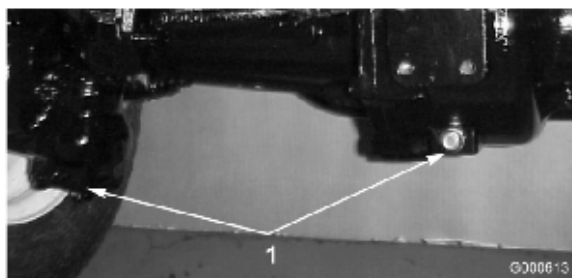

図 45
2. ドレン・プラグ (図 45 ; 左右端に1個と中央に1個、全部で3個ある) の周りをきれいに拭く。